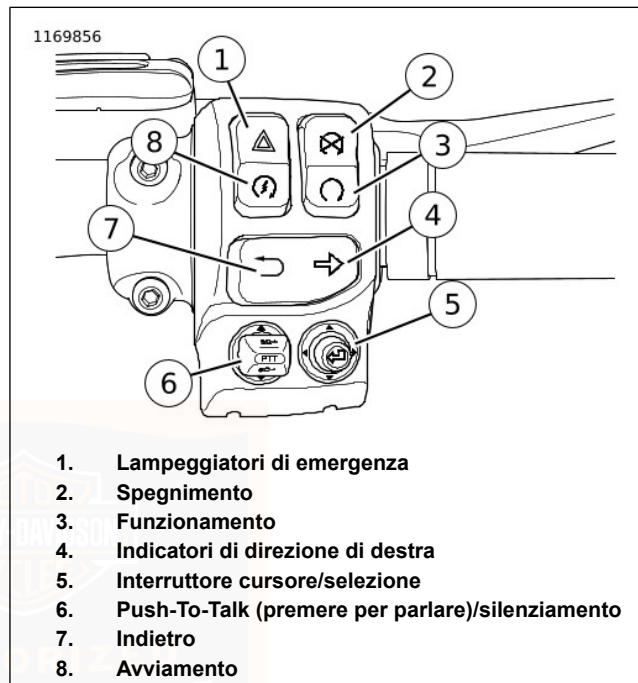

Figura 39. Modulo dell'interruttore di destra
1. Vedere Figura 39. In presenza del portachiavi elettronico del sistema di sicurezza, girare l'interruttore di ARRESTO/FUNZIONAMENTO su FUNZIONAMENTO. Non azionare ripetutamente il comando del gas.